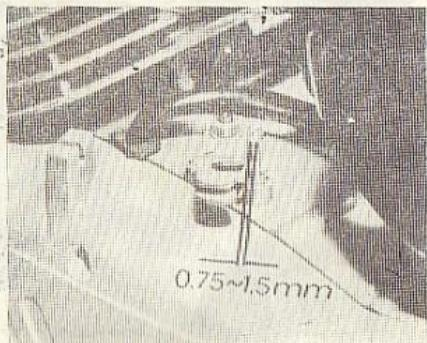

Fig. 18
3. Stringeți sau desfaceți șurubul montat pe placa de margine și asigurați cu contrapiuliță. Reglajul este corect la realizarea unui joc de 0,7—1,5 mm între pîrghia ambreiaj și șift (fig. 18) și 10 mm pentru cursa liberă a manetei de ambreiaj (fig. 7); aceasta se reglează cu ajutorul șurubului „b“ și al contrapiuliștei „a“. Pentru reglarea forței arcurilor de ambreiaj: